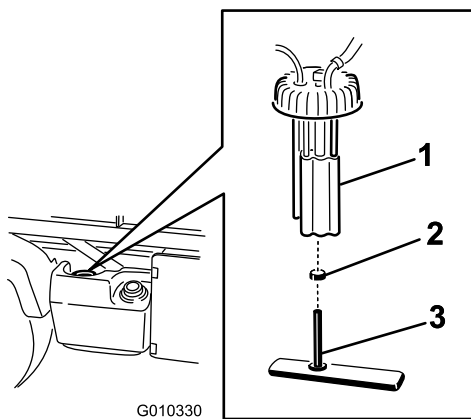

Figura 47
2. Estraiete il connettore di cablaggio fili dalla pompa del carburante (Figura 47)
3. Allentate la fascetta stringitubo e scollegate i tubi del carburante dal tappo della pompa del carburante (Figura 47).
4. Togliete il tappo della pompa del carburante dal serbatoio del carburante (Figura 47).
5. Rimuovete il gruppo pompa e filtro del carburante dal serbatoio (Figura 47).
7. Rimuovete il tubo dai raccordi (Figura 47).